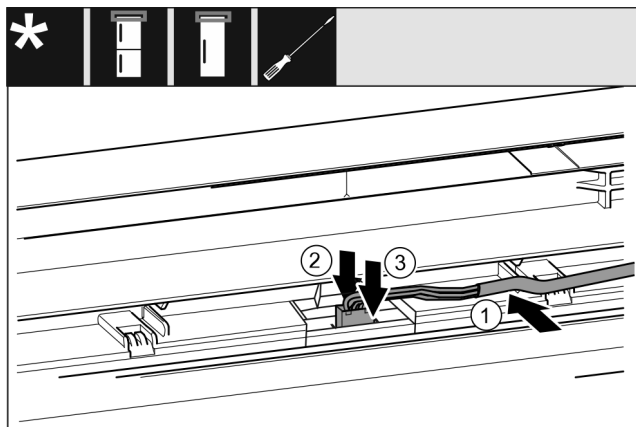

Fig. 41 Kombinált hűtő-fagyasztókészülékek / fagyasztókészülékek / hűtőkészülékek
- ▶ Helyezze be a kábelt Fig. 41 (1) felső ajtóban lévő vezetősínbe.
- ▶ Nyomja hátrafelé a reteszelő bütyköt Fig. 41 (2).
- ▶ Pattintsa be a dugót Fig. 41 (3). Minden készülékhez: